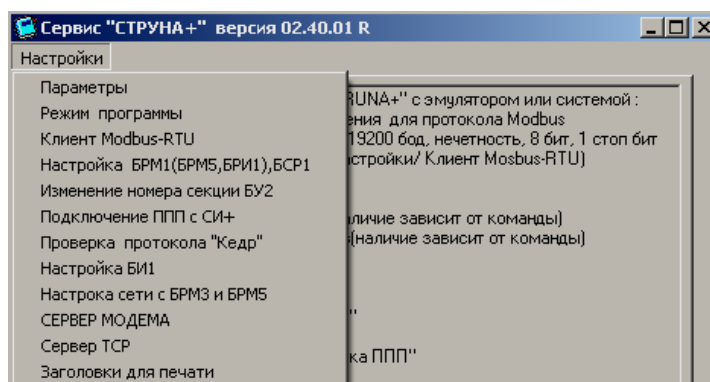

Рисунок 7.1
7.1.2 В меню «Настройки» выбрать опцию «Клиент Modbus-RTU» (рисунок 7.1). В результате активируется форма «MODBUS-RTU», представленная на рисунке 7.2. Для проверки протокола необходимо выбрать команду Modbus, установить значение параметра «Кол-во повторений команды при ошибке по каналу связи» (значение 1 означает однократное выполнение команды), значение параметра «Режим выполнения» (циклический-«Цикл», одиночный - «Один» или «Стоп по ошибке») и нажать на кнопку «Выполнить». Выбор значения параметра «Номер канала» инициирует выполнение последовательности команд «Запись номера канала» и «Чт типа ТОД, масок» (если необходимо проверить команду связанную с измерительным каналом, то перед выбором команды Modbus следует установить значение параметра «Номер канала», т.к. набор команд Modbus зависит от типа ТОД измерительного канала). При выполнении команды на «Панели кодов» отображаются коды транзакции. При этом верхняя строка – код команды от Master, а нижняя(ие) строка(и) – код ответа от Slave. Параметр выбора спецификации протокола позволяет выбрать «Спецификация 1.0» или «Спецификация 1.1». При выборе спецификации 1.1 номер канала измерений выбирается через параметр «Номер канала», представленный на рисунке 7.3.